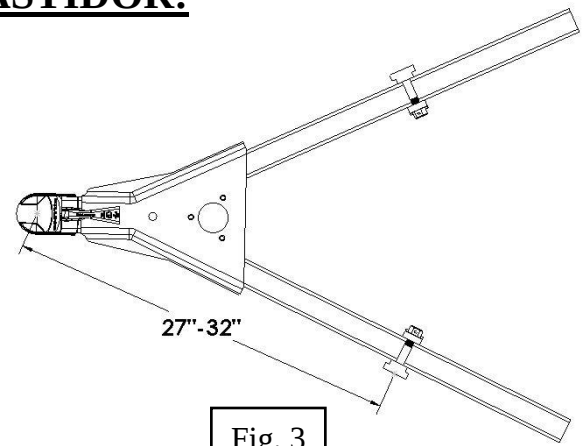
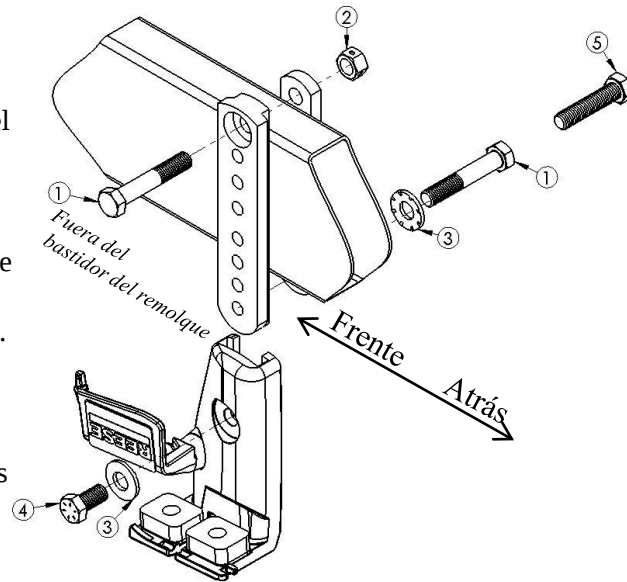

Fig. 3
Fig. 4
1. Use la cinta métrica para localizar un punto 27-32" a lo largo del bastidor tipo A desde el centro del acoplador. Marque esta ubicación con un lápiz en ambos lados del bastidor tipo A (Ver Fig. 3)
2. Inserte un perno de 5/8" de 3-1/2" (1) a través del orificio grande en la **barra T** y en el único orificio en la **barra de sujeción**.
3. Asegure con una tuerca de bloqueo de 5/8" (2) y apriete a mano.
4. Deslice la **barra T** y la **barra de sujeción** sobre el bastidor donde se colocó la marca en el paso 1. La **barra T** debe estar ubicada en el exterior del bastidor tipo A con el orificio grande hacia afuera (ver Fig. 4). Permita 1" de distancia en ambos lados de la **barra T**.
5. Inserte un segundo perno de 5/8" desde el interior a través de una arandela cónica y la **barra de fijación** y enrósquelo en la **barra T**. Use los orificios más altos no obstruidos por la parte inferior del bastidor (Ver Fig. 4).